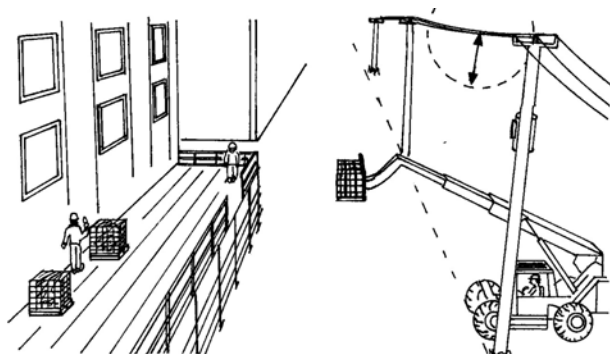

Figure 6
- Repérer les lignes électriques et prévoir les déplacements ainsi que les manoeuvres du chariot de façon à respecter la distance d'approche minimale (**figure 6**).